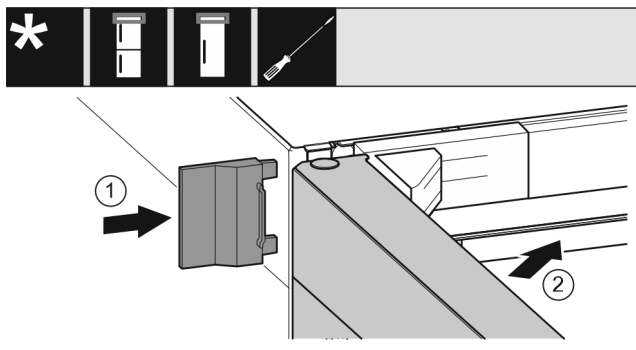

Fig. 21
- ▶ Tolja fel a külső fedelet. *Fig. 21 (1)*
- ▶ Csukja be a felső ajtót. *Fig. 21 (2)*